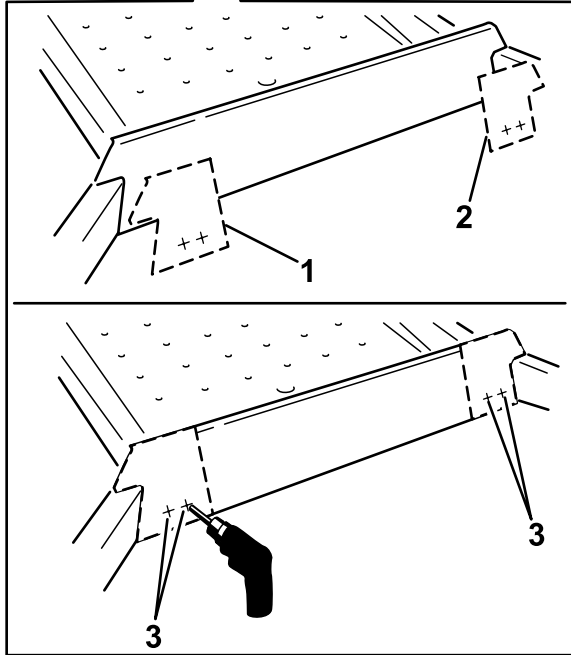

Figura 1
- C. Coloque las plantillas sobre el reposapiés, según se muestra en Figura 1.